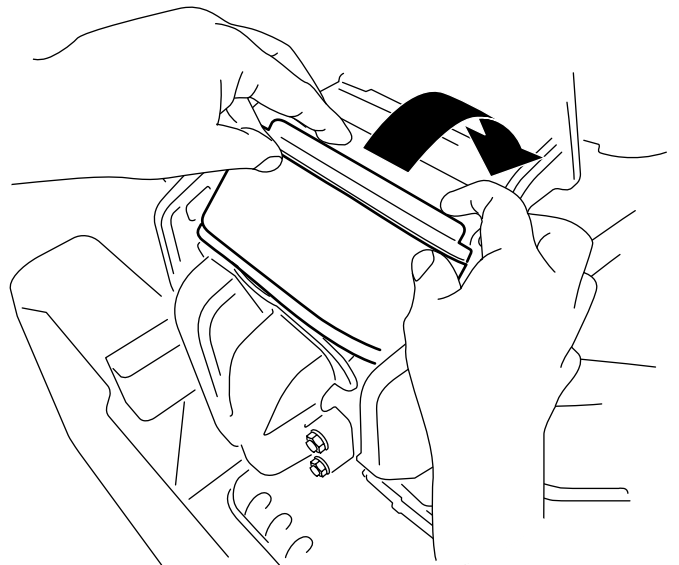

Figura 41
3. Introduzca el filtro en la cámara, girándolo para asentarlos correctamente contra el colector (Figura 41).